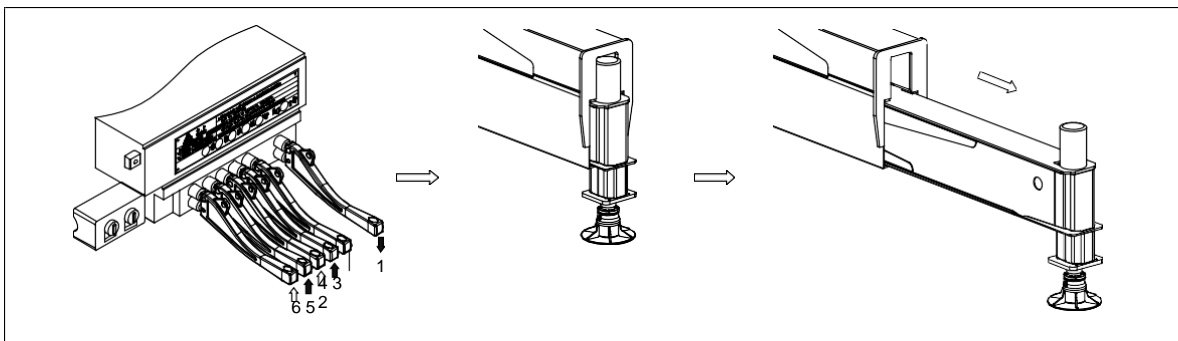

Figura 4-20 Extensão do cilindro horizontal
- b) Conforme ilustrado na Figura 4-20: